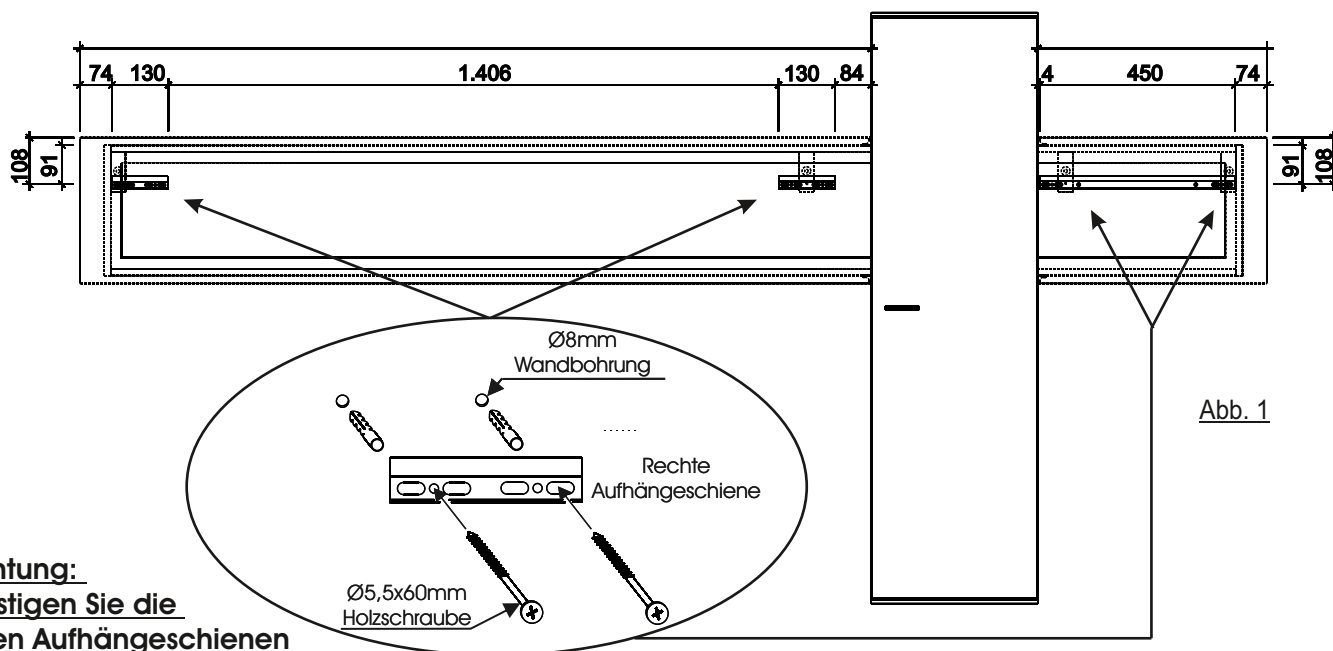

Abb. 1
3. Anschließend montieren Sie die Wand - Aufhängeschienen für die Wandpaneele. Hierzu sind im Beschlagsbeutel die kurzen Aufhängeschienen, Kunststoffdübel und Schrauben beigelegt. Die Aufhängeschiene für das kurze Paneel befindet sich am Paneel selber. Montieren Sie die Schienen wie in Abbildung 1 dargestellt.